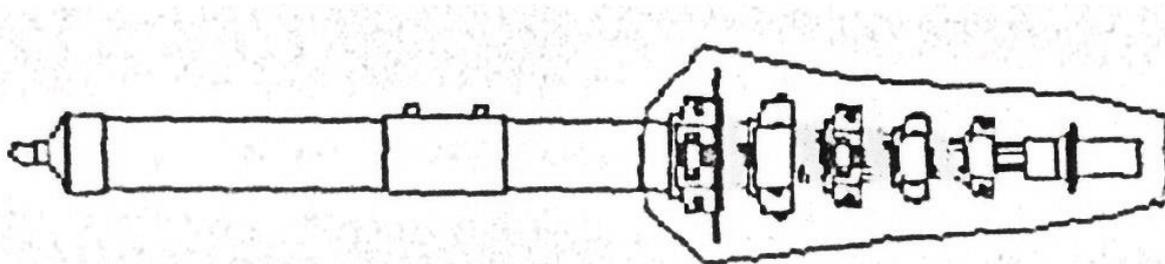
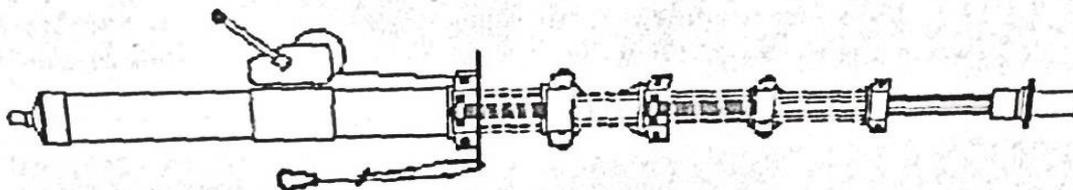

Рисунок 18 – Мачта в чехле
Рисунок 19 – Мачта без чехла
- снять чехол с мачты (рисунок 18), ослабить верхний стопорный канат и снять его (рисунок 19);
- снять чехол с мачты (изображен на рисунке 18), ослабить верхний стопорный канат и снять его (см. рисунок 19);